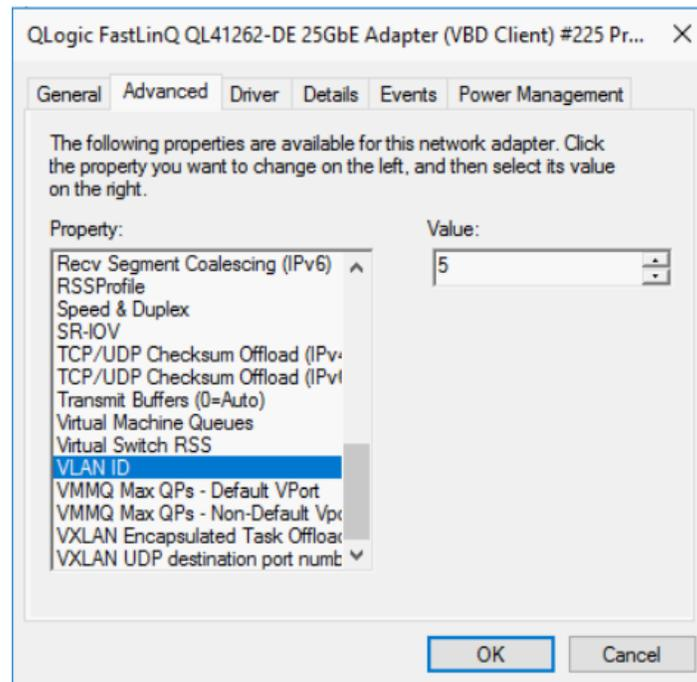

Abbildung 13-10. Erweiterte Eigenschaften: Einstellen der VLAN-ID
- b. Wählen Sie auf der Seite „Advanced properties“ (Erweiterte Eigenschaften) des Adapters (Abbildung 13-10) unter **Property** (Eigenschaft) die Option **VLAN ID** (VLAN-ID) aus und legen Sie den Wert fest.